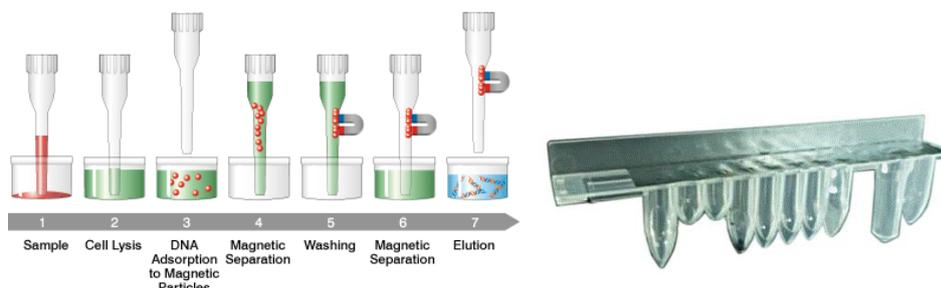

Figure 1.3: Principe d'extraction des acides nucléiques et cartouche d'extraction ELITE InGenius SP 200
- La série de réactifs a été optimisée pour l'isolement d'acides nucléiques à partir de 200 µL d'échantillons (Figure 1.3 : ELITE InGenius – SP200 Cartouche et principe d'extraction)